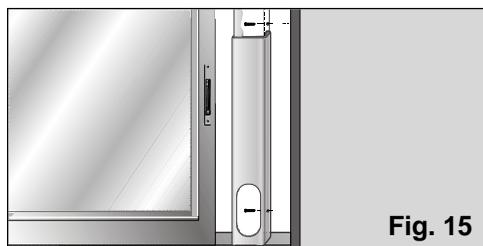

Fig. 15
- Pour pouvoir être fixé à la fenêtre / au balcon, il comporte deux orifices latéraux. Avec deux tournevis (non fournis avec l'accessoire), l'utilisateur pourra le fixer à la chambranle ou au mur pour qu'il ne puisse bouger ou tomber, Fig. 15.